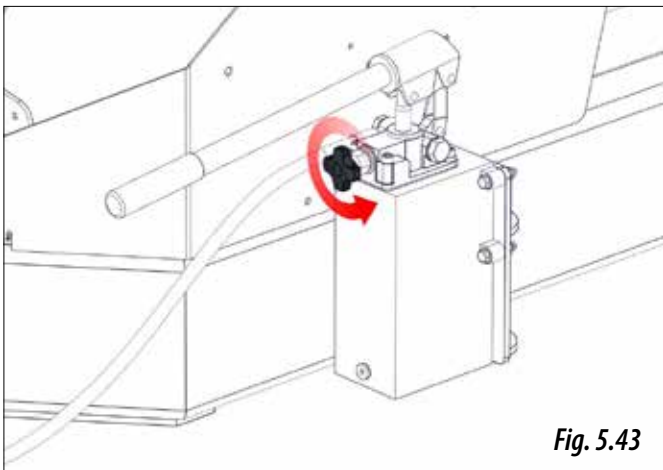

Fig. 5.43
- 1- Aflojar la llave de la bomba manual (Fig. 5.43) para subir el telescópico del pie, una vez este arriba el pie, volver a apretar la llave.